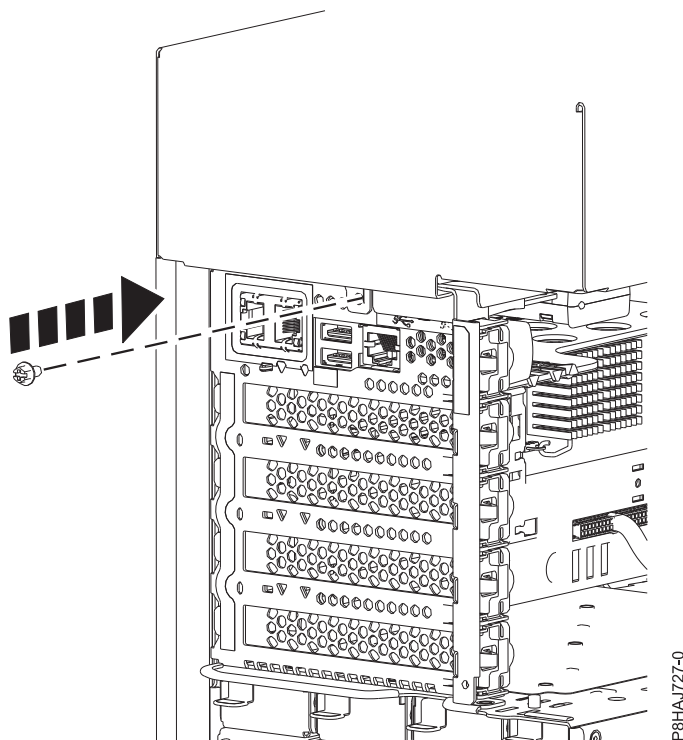

Abbildung 21. Schraube der Seitenabdeckung bei einem eigenständigen System vom Typ 8286-41A anbringen
5. Bringen Sie die hintere Schraube der Seitenabdeckung mit einem Kreuzschlitz-Schraubendreher an (siehe Abb. 21 auf Seite 40).